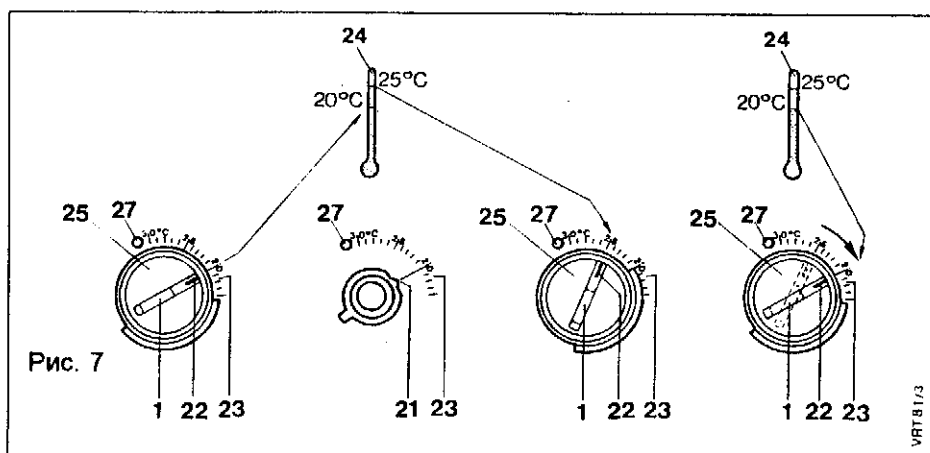

Рис. 7
#### 12.2 Согласование показаний переключателя температуры (рис. 7, стр. 9) с показанием комнатного термометра
[В качестве примера на рис. 7 переключатель дневной температуры (1, рис. 1) установлен на 20° С – комнатный термометр показывает 25° С]
Вернуть кнопку (25) в исходное положение [на рис. 8b: 25° C]. Если кнопка (25) не переставлялась указанным в разделе 12.2.2 способом, то острие стрелки и маркировка (21 и 22 на рис. 7) будут стоять друг над другом.
Вернуть кнопку (25) в исходное положение [на рис. 9: 20° C]. Если кнопка (25) не переставлялась, как описано в разделе 12.2.2, то кончик стрелки и маркировка (21 и 22 на рис. 7) будут стоять друг над другом.
- 27 ограничительный упор (см. рис. 7)